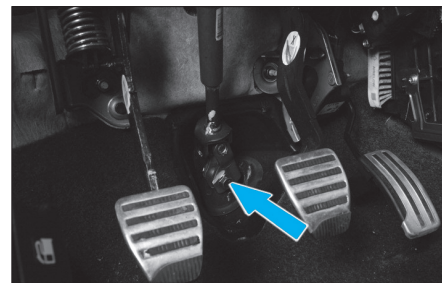

Fig. 8
- Déposer la vis de fixation de la colonne sur le cardan (Fig.8)